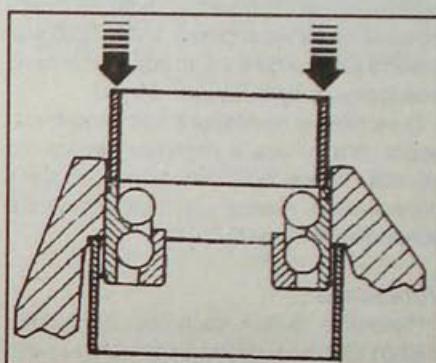

Рис. 10.21. Использование прессы и оправок Rou. 1392 и Т. Ав. 1230 для выдавливания наружного кольца подшипника из поворотного кулака
- Прессом и оправкой Rou. 1392 соответствующего диаметра, оперев поворотный кулак на оправку Т. Ав. 1230 выдавите наружное кольцо подшипника из поворотного кулака (рис. 10.21).